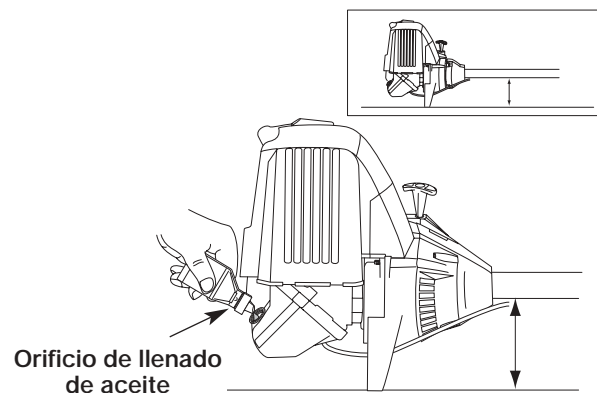

Figure 18
4. Vierta todo el contenido de la botella de aceite en el cigüeñal (Fig. 18).